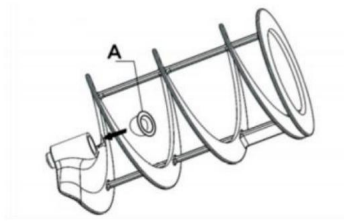

Figura 12
Coloque la junta (A) en el agitador. Ver figura 12